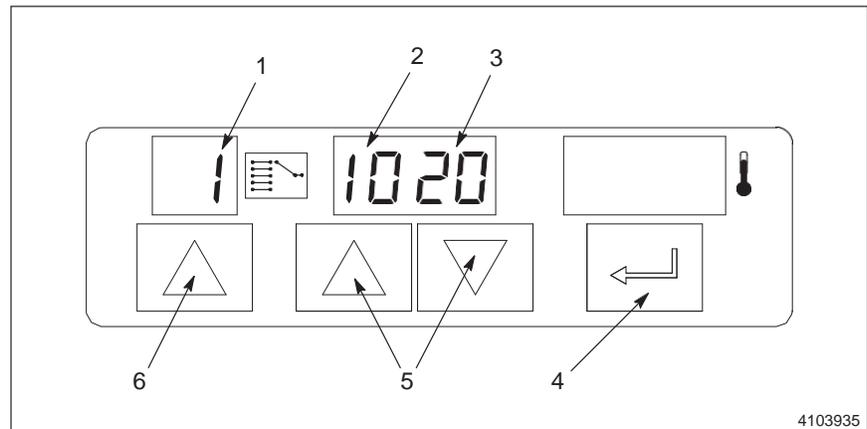

Fig. A 4-4 Ajustando o Dia e Horário Correntes
2. Ver a Tabela A 4-7 e a Figura A 4-4. Verificar o visor do seletor (1). O visor pisca um número que representa o dia da semana.
3. Ver a Figura A 4-4. Pressionar a tecla Para Cima (6) para selecionar o código de dia (1) para o qual se quer ajustar o horário.
4. Pressionar a tecla Enter (4) para salvar o ajuste do código de dia. O visor do seletor para de piscar e a hora (2) mostrada no visor multifuncional pisca.
5. Pressionar as teclas para Cima ou para Baixo (5) até que a hora para que se deseja ajustar um horário apareça no visor.
7. Pressionar as teclas para Cima ou para Baixo até que os minutos (3) os quais se quer ajustar um horário apareçam no visor multifuncional.
2. Ver a Figura A 4-4. Verificar o visor do seletor (1). O visor do seletor pisca o código de dia representando um dia da semana.
3. Ver a Tabela A 4-7, e pressionar a tecla Para Cima (6) até que o código de dia que se quer mudar apareça no visor do seletor.
4. Pressionar a tecla Enter (4) para salvar o ajuste. O visor do seletor para de piscar e a hora mostrada no visor multifuncional pisca.
5. Pressionar as teclas para Cima ou para Baixo (5) até que quatro travessões (— — — —) apareçam. (os travessões indicam que nenhum ajuste foi introduzido.)